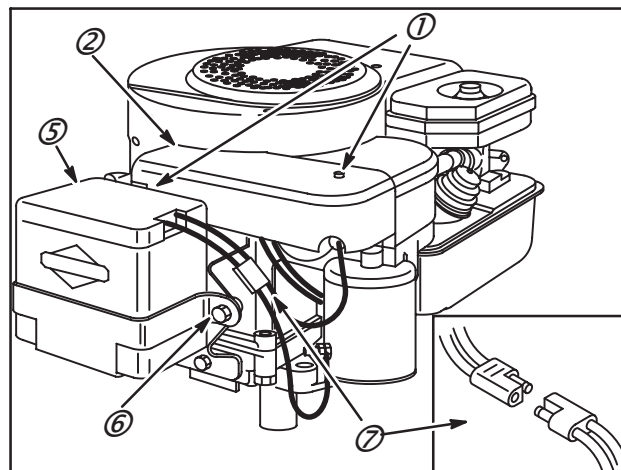

Fig. 27
- Vis du support de batterie (6), connecteur (7), Fig. 27.